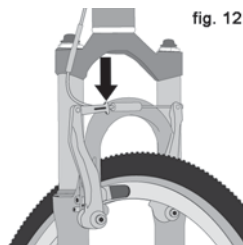

fig. 12
3. Einige Fahrradbremsen, wie Scheibenbremsen (Abb. 11) oder Seilzugbremsen (Abb. 12), sind extrem leistungsstark. Seien Sie sehr sorgfältig beim Vertraut werden mit diesen Bremsen und ihrer Verwendung.
Die meisten Felgenbremsen haben einen schnell lösenden Mechanismus um die Bremsbacken von der Felge zu nehmen, wenn ein Rad abmontiert oder wieder installiert wird. Wenn sich der Bremsenfreigabemechanismus in der OPEN Position befindet, sind die Bremsen funktionsunfähig. Fragen Sie Ihren Händler um sicherzugehen, dass Sie die Art und Weise, wie Ihr Schnelllösemechanismus funktioniert, verstehen (siehe Abb. 12, 13, 14 & 15) und vergewissern Sie sich jedes Mal bevor Sie Ihr Fahrrad in Betrieb nehmen, dass beide Bremsen richtig funktionieren.